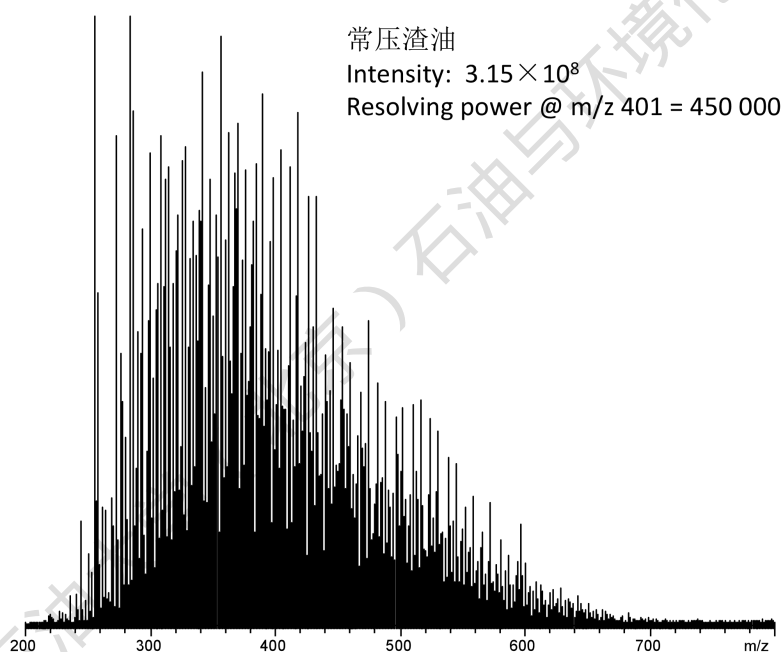

图 1 常压渣油标样-ESI FT-ICR MS 谱图
8.1 质量范围：150-800 Da 左右，一般整体峰形近似呈正态分布，如图 1 所示。